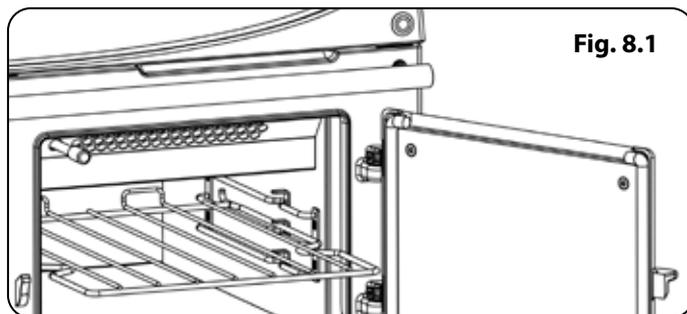

Fig. 8.1
5. Le grill dispose de 3 positions d'étagère (voir **Fig. 8.1**). Utilisez les positions supérieures pour une cuisson rapide